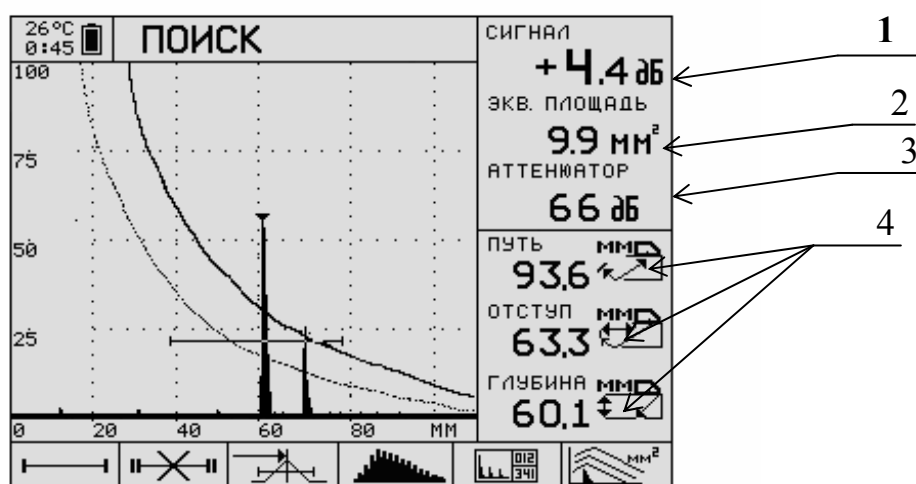

Рисунок 5.26
5.11.10 При пересечении импульсом пунктирной линии в пределах строба будут индицироваться следующие параметры импульса (Рисунок 5.26 сверху вниз):